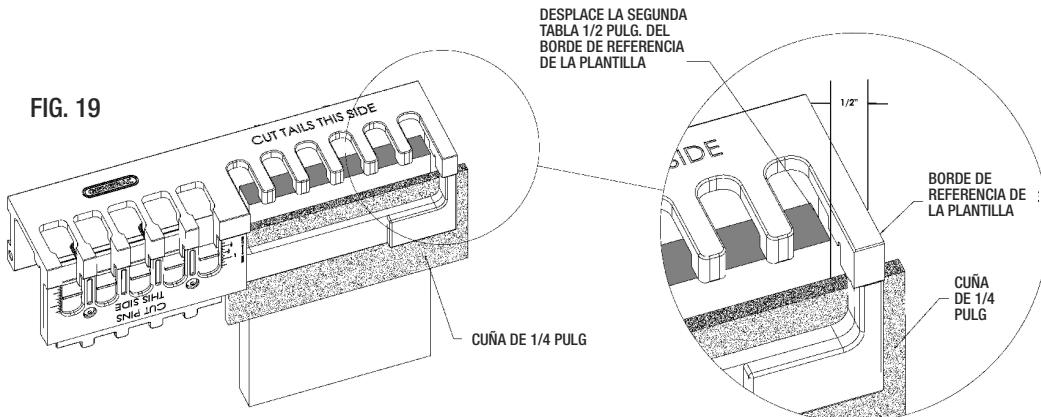

FIG. 19
5. Inserte la segunda tabla en la plantilla con la misma cuña y aleje un borde de la tabla 1/2 pulgada del borde externo de la plantilla. (FIG. 19). Este espaciado desplazará las "COLAS" de la segunda tabla de manera que queden alineadas con las ranuras cortadas en la primera tabla.